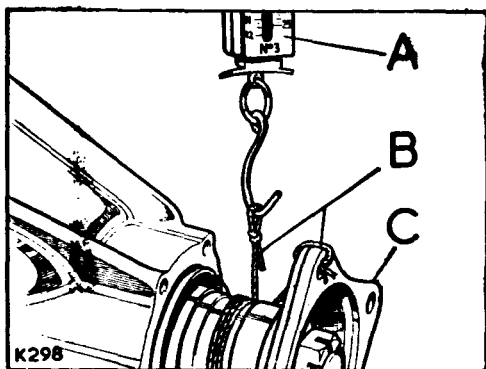

Fig. E1-51.- Verificación de la precarga del cojinete del piñón de ataque.
- 4.02.- Acoplar un dinamómetro de mano al extremo libre de la cuerda y ejercer tracción de forma uniforme, observando la fuerza necesaria para hacer girar el piñón de ataque una vez vencida la resistencia inicial. (Fig. E1-51).